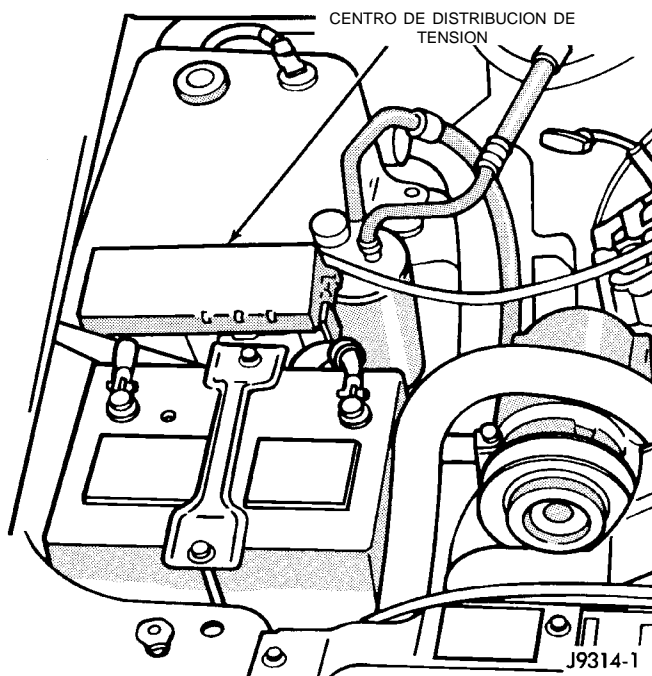

Fig. 36 Centro de distribución de tensión (PDC)
(2) Inspeccione las conexiones de los cables de la batería. Asegúrese de que estén apretadas y limpias.
(3) Inspeccione el relé de la bomba de combustible y el relé del embrague del compresor del aire acondicionado (si está instalado). Inspeccione las conexiones del relé de ASD. Inspeccione las conexiones del relé del motor de arranque. Inspeccione los relés para determinar si presentan signos de deterioros físicos y corrosión. Los relés están emplazados en el centro de distribución de tensión (PDC) (Fig. 36). Para informarse sobre la localización de los relés, consulte la etiqueta de la cubierta del PDC.